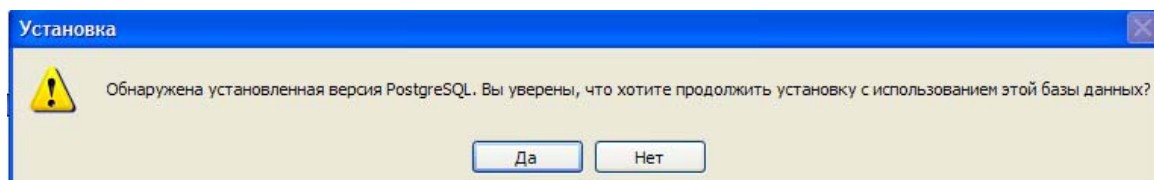

Рис. 14.8
8. Запустить установщик программы. Если появится сообщение, приведенное на рис. 14.8, нажать «Да».